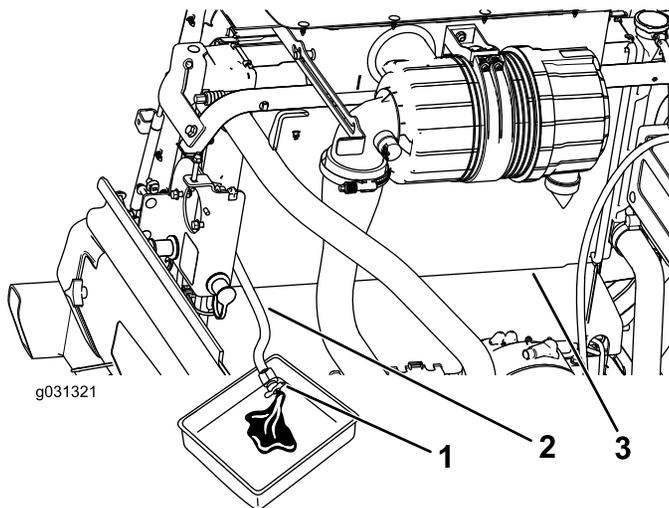

Рисунок 111
3. Поместив сливной шланг радиатора в сливной поддон, откройте сливной кран на шланге радиатора и слейте жидкость в сливной поддон (Рисунок 111).
4. Закройте кран на сливном шланге радиатора (Рисунок 111).